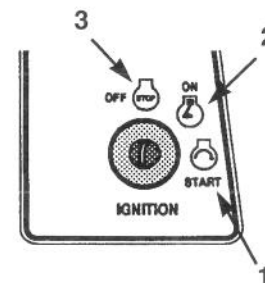

Figure 10
6. Tourner la clé de contact dans le sens horaire et la garder à la position START (DEMARRAGE) (Fig. 10). Relâcher la clé quand le moteur démarre.
2. Tourner la clé de contact sur OFF (ARRÊT) (Fig. 10).